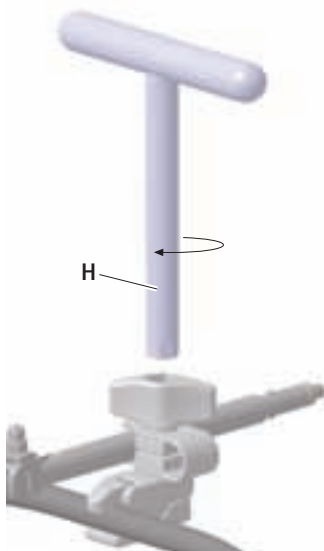

Fig. 8
- Apertar a porca de fixação **1** até ficar bem firme. Caso necessário, retesar com a chave em forma de T **H**, ver Fig. 8.